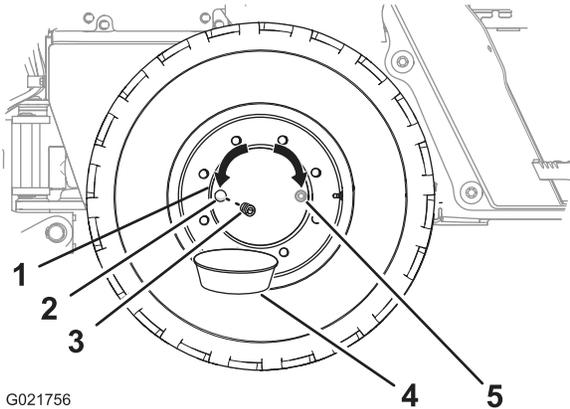

Figure 64
2. Faites avancer ou reculer la machine jusqu'à ce que le bouchon du moyeu de roue soit à la position 3 heures ou 9 heures (Figure 64).
4. Placez un bac de vidange sous l'orifice de vidange du moyeu de roue (Figure 64).
5. Retirez le bouchon du moyeu de roue (Figure 64).
6. Vérifiez que le niveau d'huile atteint le bas des filets de l'orifice d'huile (Figure 64).
8. Remettez le bouchon dans l'orifice d'huile du moyeu de roue (Figure 64).